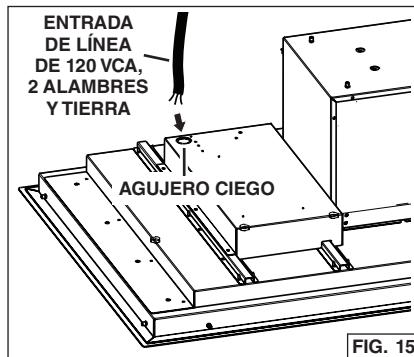

FIG. 15
1. Pase el cable eléctrico de 2 alambres y tierra de 120 VCA por el agujero ciego de  $\frac{3}{4}$  pulg. (19 mm) que se encuentra en la parte posterior de la campana. Fig. 15.